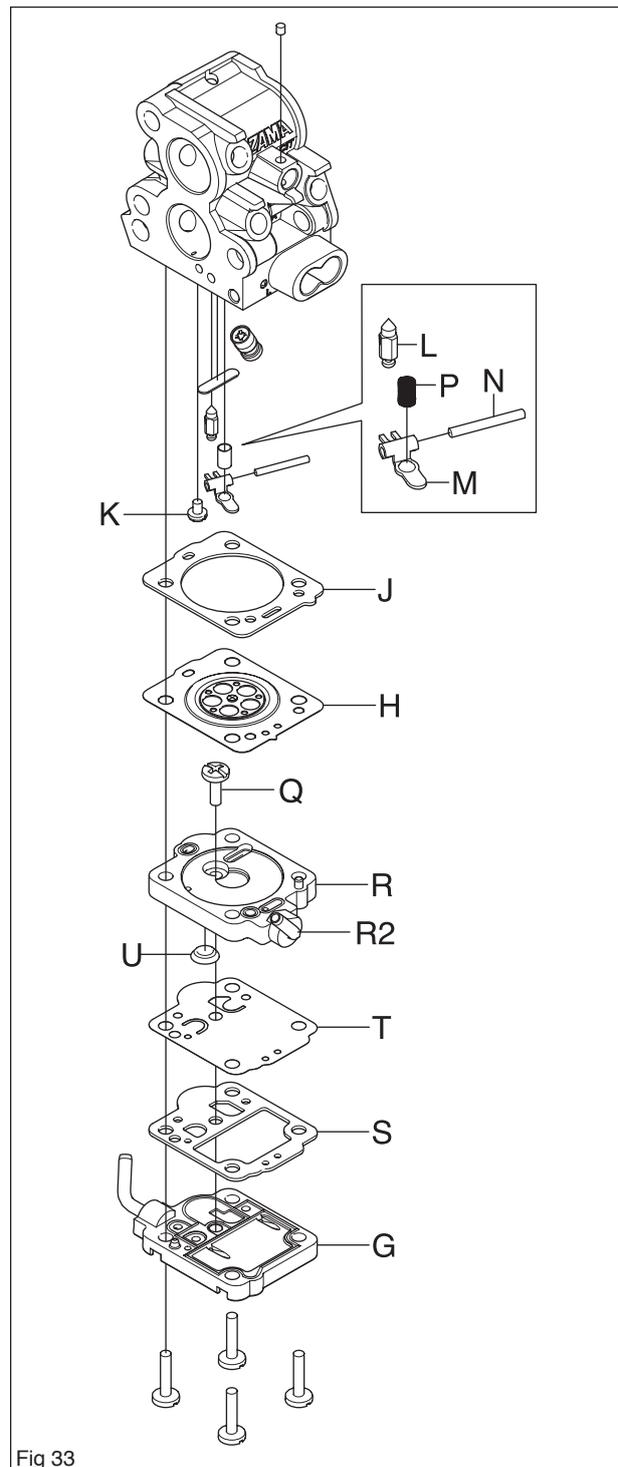

Fig 33
3. la soupape à aiguilles (L) et son levier (M) doivent être en parfait état. (voir la figure 33)
4. le filtre à carburant (U) doit être en bon état et propre (voir la figure 33).
6. le tuyau d'aspiration (R2) doit être entier (voir la figure 33).
2. Monter les vis de haut (V) et de bas régime (W) avec les ressorts. REMARQUE! Ne pas serrer les vis contre les fonds. Ceci abîme le siège et les pointes des aiguilles.
3. Monter le filtre à carburant (U) à l'aide de la tige d'un petit tournevis (voir la figure 33).
4. Placer le capot de la pompe (G), le joint (S) et le capot de la chambre de mesure (R) sur l'unité de pompe (voir figure 33).